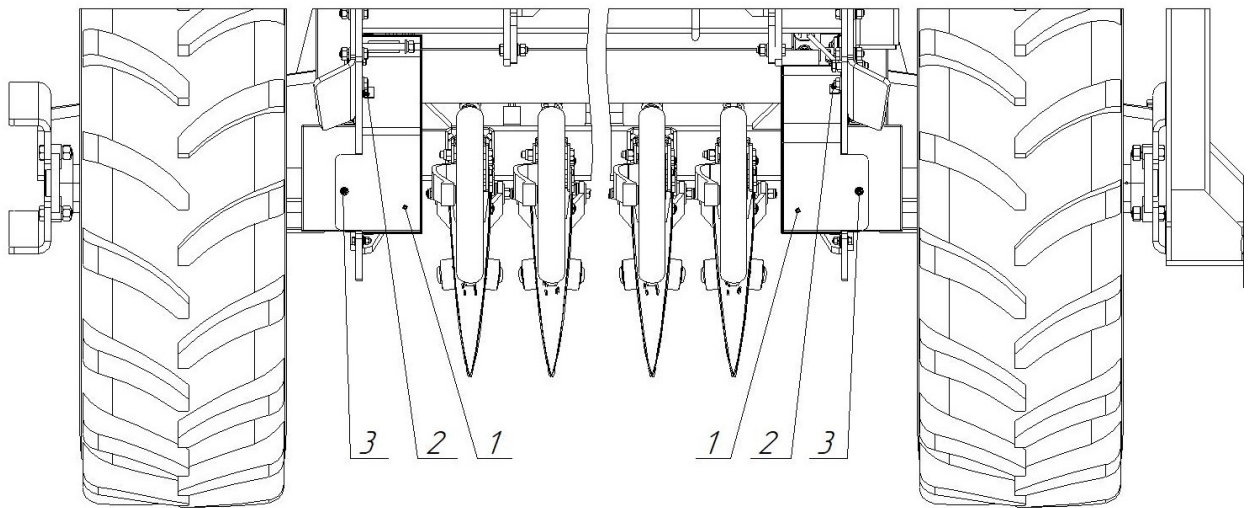

Рисунок 32.
- 1) Снять крышку (1) (рис. 32) защиты. Для этого необходимо выкрутить болт 2 (М8х30) и гайку 3 (М8).